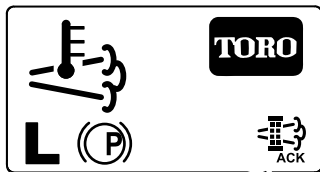

Bild 95
8. Im InfoCenter wird der Begrüßungsbildschirm angezeigt; das Symbol für die Bestätigung der Regenerierung (Bild 95) wird unten rechts auf dem Bildschirm angezeigt, wenn die Regenerierung ausgeführt wird.